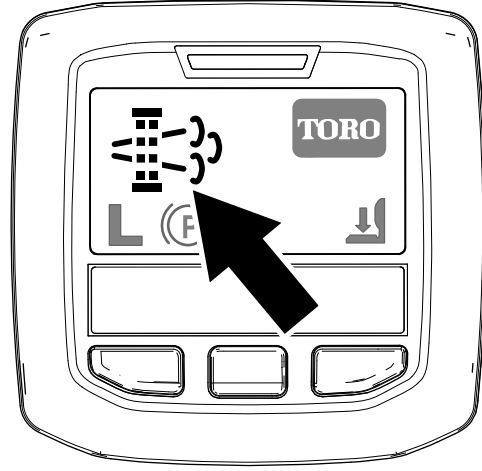

Figure 42
- L'icône de régénération en stationnement s'affiche dans l'InfoCenter (Figure 42).